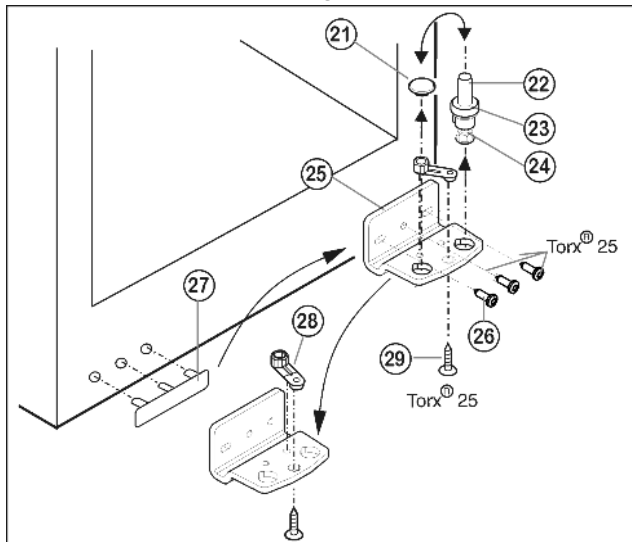

Fig. 12
- ▶ Togliere completamente il perno di supporto Fig. 12 (22), con lo spessore Fig. 12 (23) e il piedino di regolazione Fig. 12 (24), estrarre tirando verso l'alto.
- ▶ Togliere il tappo Fig. 12 (21).
- ▶ Svitare il blocco di supporto Fig. 12 (25).
- ▶ Svitare Fig. 12 (28) l'elemento di supporto Fig. 12 (29) e spostarlo nel foro di alloggiamento opposto, serrarlo nuovamente.
- ▶ Staccare le coperture lato maniglia Fig. 12 (27) facendo attenzione e spostarle sul lato opposto.
- ▶ Fissare nuovamente il blocco di supporto Fig. 12 (25) sul nuovo lato cerniere, eventualmente servendosi di un avvitatore a batteria a 4 Nm.
- ▶ Inserire nuovamente il tappo Fig. 12 (21) nell'altro foro.
- ▶ Inserire nuovamente il perno di supporto Fig. 12 (22), con lo spessore e il piedino di regolazione. Prestare attenzione che l'arresto sia rivolto verso il lato posteriore.
- ▶ Appoggiare la porta inferiore dall'alto sul perno di supporto in basso Fig. 12 (22).